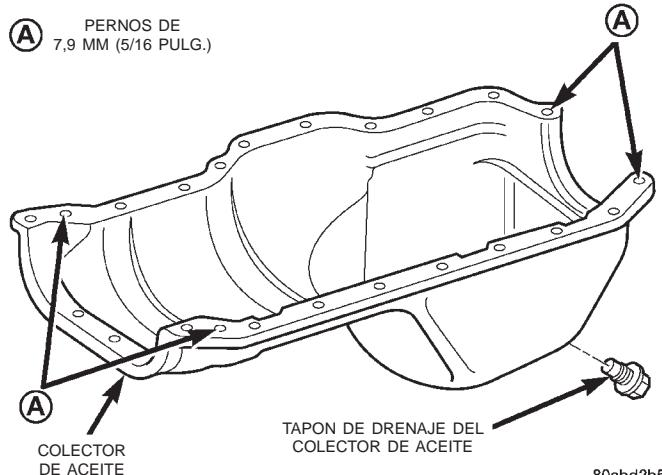

Fig. 61 Posición de los pernos de 7,9 mm (5/16 pulg.) del colector de aceite
(5) Deslice la junta de una sola pieza sobre las espigas y luego sobre el bloque y la caja del cárter de la distribución.
(6) Coloque el colector de aceite sobre las espigas y sobre la junta.
(7) Instale los pernos de 6,35 mm (1/4 pulg.) del colector de aceite. Apriete estos pernos con una torsión de 9,5 N·m (84 lbs. pulg.). Instale los pernos de 7,9 mm (5/16 pulg.) del colector de aceite (Fig. 61). Apriete estos pernos con una torsión de 15 N·m (132 lbs. pulg.).
(12) Instale la tapa de acceso a la caja del convertidor de par y volante del motor.
(13) Instale el motor de arranque.
(14) Conecte el tubo de escape a la péndola y al tubo múltiple de escape del motor.
(15) Instale el tapón de drenaje del colector de aceite (Fig. 61). Apriete el tapón con una torsión de 34 N·m (25 lbs. pie).
(16) Baje el vehículo.
(17) Conecte el cable negativo a la batería.
(18) Llene el colector de aceite con aceite de motor hasta el nivel especificado.
(19) Ponga el marcha el motor e inspeccione si existen fugas.